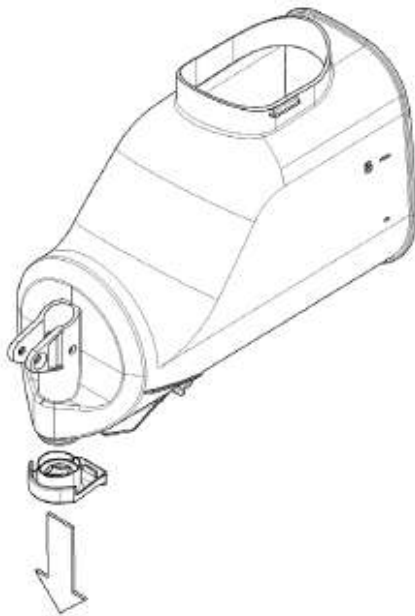

рисунок 8
- 7 Выньте ограничитель потока из контейнера (см. рис. 8).
- 3 Снова установите кран на контейнер в порядке, обратном показанному на рис. 8.